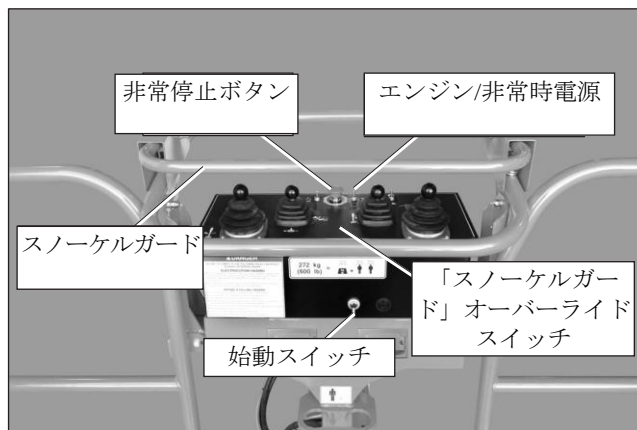

図 10.3 - 上部操作盤
1. 非常停止ボタンを引き出します（図 10.3 を参照）。
上部操作盤のオーバーライドスイッチは、作業床の過積載やスノーケルガードシステムが機能しているときに、それらをオーバーライドするのに使用することができます。作業床の過積載警告システムが起動したときには、上部操作盤のオーバーライドスイッチまたは緊急電源スイッチ（図 10.3 を参照）を使用することでシステムをオーバーライドし、主ブームの上昇/下降/格納、ジブブームの上昇/下降、あるいはターンテーブルの回転や走行機能の操作が可能になります。このスイッチはバネで通常の操作位置に戻ります。スノーケルガードシステムが起動したときには、上部操作盤のオーバーライドスイッチ（図 10.3 を参照）を使用することでシステムをオーバーライドし、主ブームの上昇/下降/格納、ジブブームの上昇/下降、およびターンテーブルの回転機能の操作が可能になります。下部操作盤はスノーケルガードが起動しても影響を受けません。